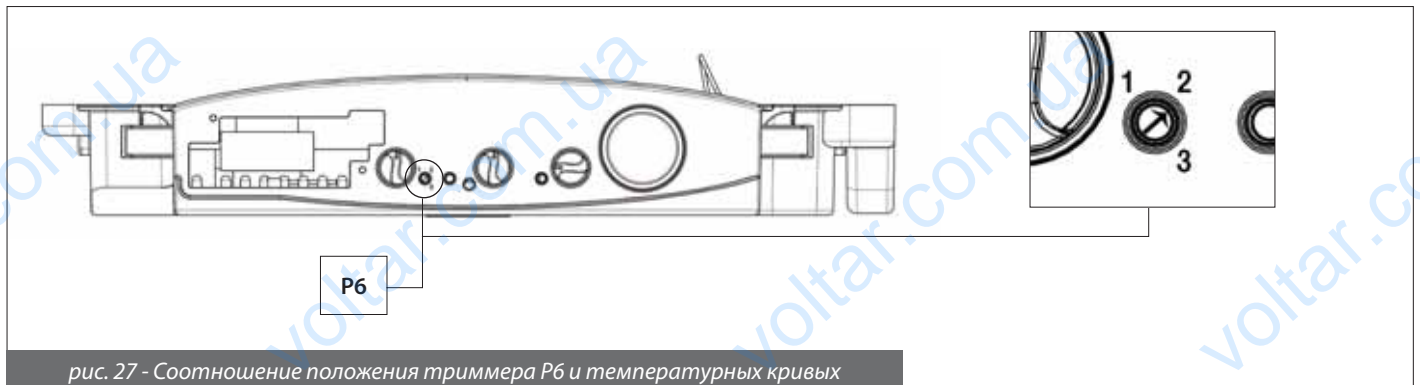

рис. 27 - Соотношение положения триммера Р6 и температурных кривых
**Необходимо установить триммер Р6 между значениями 1 и 3 (рис. 27 и 28).**